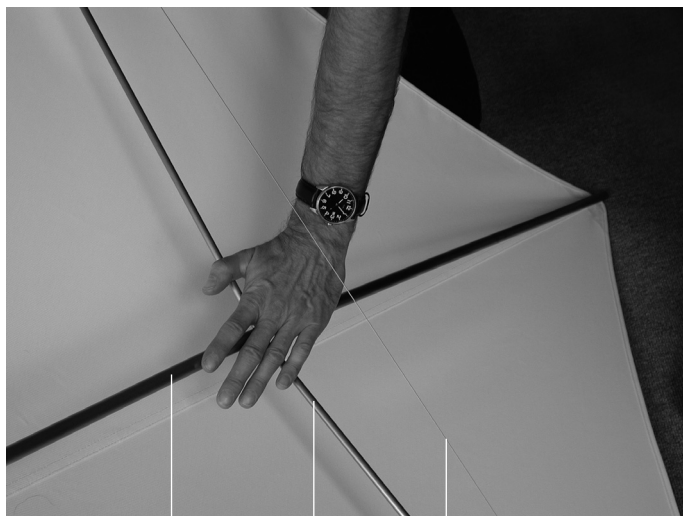

Fig. 43
Fase di montaggio (vedi fig. 43 e 44)
- F02 Premere verso il basso con attenzione il palo [01] ed i traversini [02] sul punto di croce (vedi fig. 43).